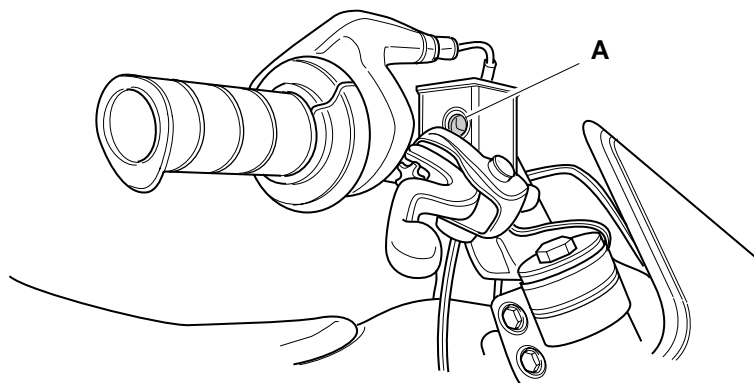

Fig. 31
1. Controllare attraverso la spia d'ispezione "A" (Fig.31) che ci sia olio sufficiente nel serbatoio sulla leva del freno anteriore. Raboccare in caso necessario (olio per freni DOT. 4 o 5 di marca conosciuta).
1. Always check through the window "A" (Fig. 31) that there is sufficient fluid in the reservoir at the brake lever for the front brake. Top up as necessary (brake fluid: Dot 4 or 5 of a known mark).
1. Den Bremsflüssigkeitsvorrat am Schauglas "A" (Abb.31) am Bremshebel kontrollieren und ggf. Bremsflüssigkeit gem. DOT 4 oder 5 nachfüllen der Erprobtfirma verwenden.
1. Vérifiez à l'indicateur "A" (Fig. 31) du réservoir qui se trouve à côté du levier du frein avant qu'il y a suffisamment de fluide. Rétablissez le niveau si besoin (fluide de frein: Dot 4 ou 5 produit d'une marque connue).